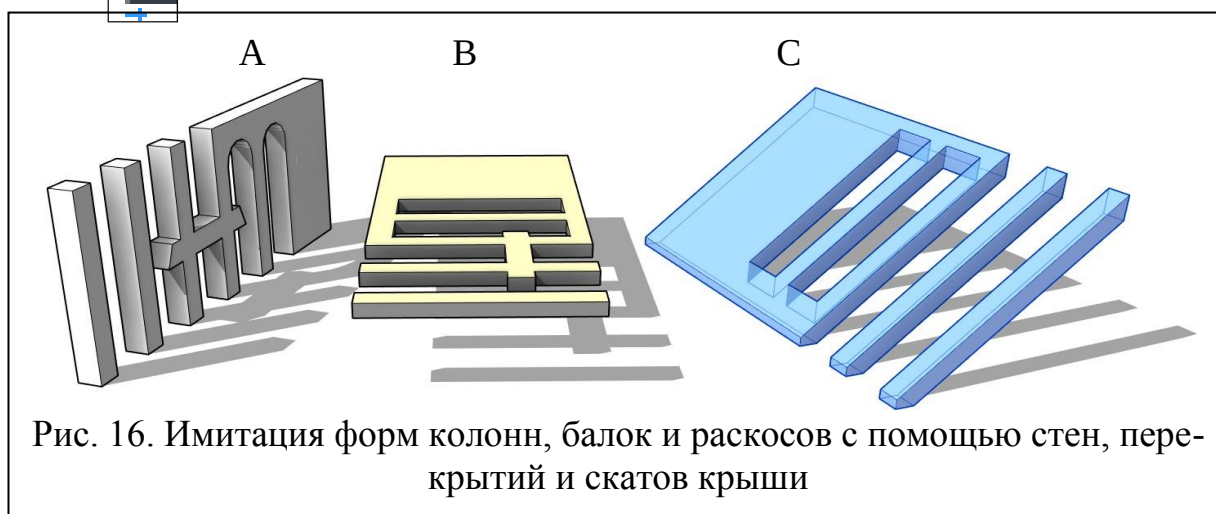

Рис. 16. Имитация форм колонн, балок и раскосов с помощью стен, перекрытий и скатов крыши
-  при необходимости отдельные архитектурные формы на основе линейных конструкций можно имитировать формообразующими элементами (например, построенными методом «выдавливания» или «сдвига» по траектории), а также стенами (рис. 16 А), перекрытиями (рис. 16 В) или скатами крыши (рис. 16 С) (например отдельными узкими элементами или редактированием контура профиля и/или вставкой проемов).